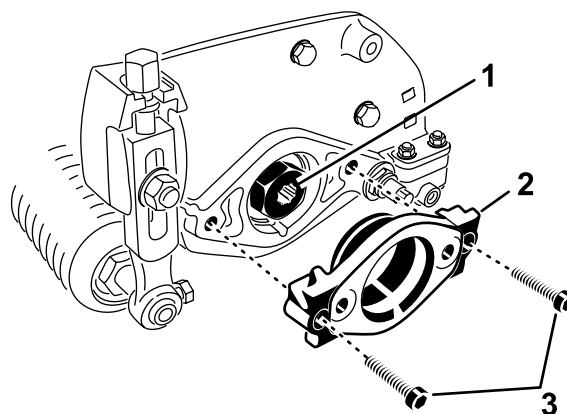

Figura 7
2. Îndepărtați cele 2 șuruburi cu cap imbus care fixează suportul motorului pe capătul din stânga al unității de tăiere. Îndepărtați suportul motorului (Figura 7).
3. Aplicați lubrifiant pe diametrul interior al cuplajului de antrenare (Figura 7).
4. La capătul stânga al unității de tăiere, aplicați un strat ușor de ulei pe inelul de etanșare și montați suportul motorului cu cele 2 șuruburi cu cap imbus îndepărtate anterior (Figura 7). Strângeți șuruburile la un cuplu de 16 - 20 Nm.